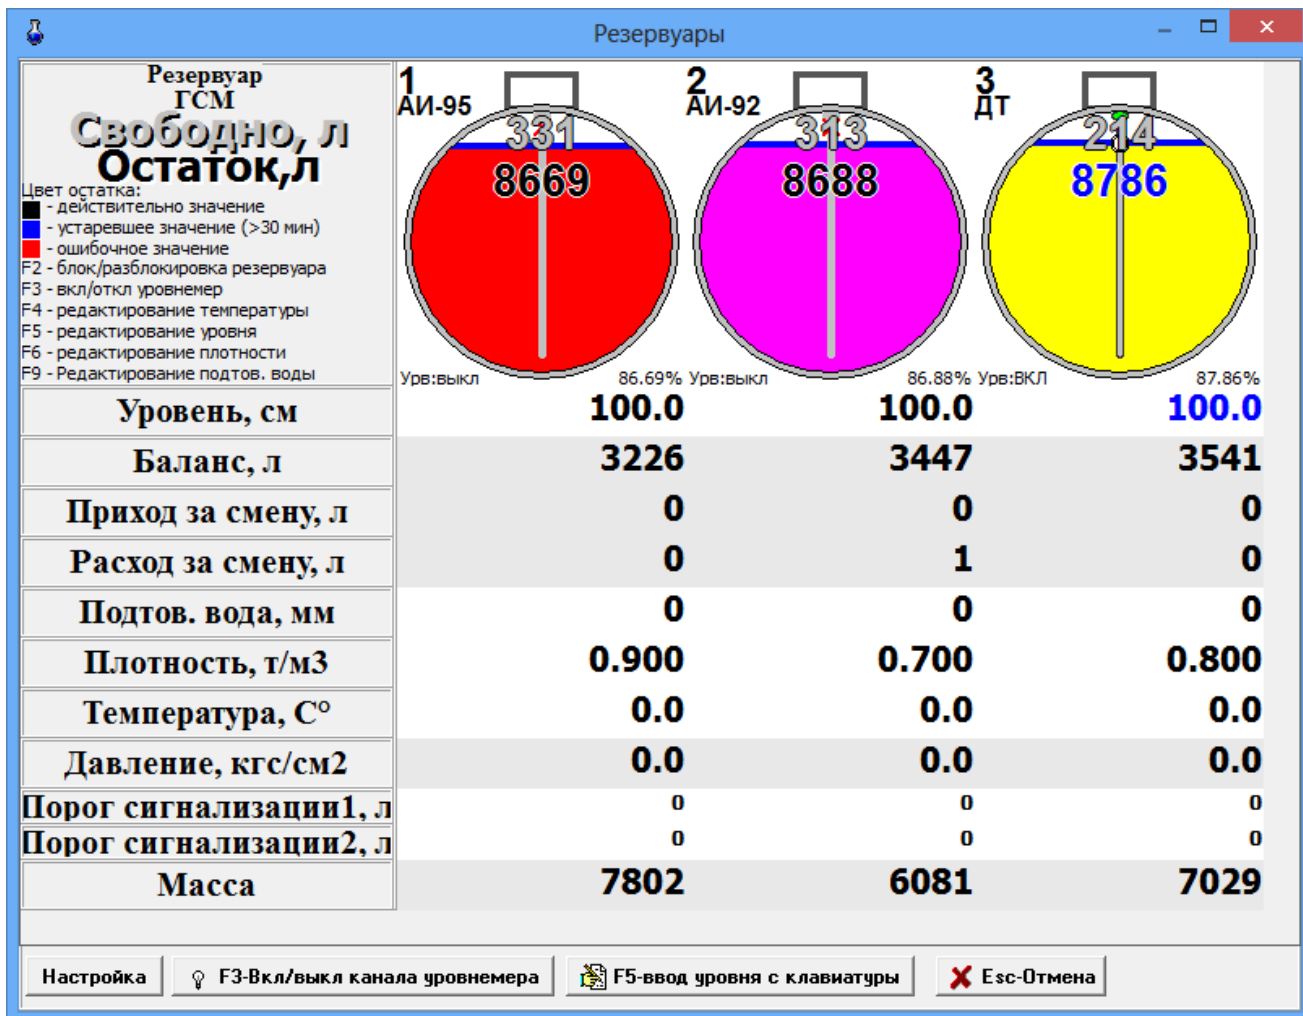

Рис. 35
Для настройки изображения резервуаров в окне «Резервуары» (кнопка «F7-Резервуары») нажмите кнопку «Настройка» и в открывшемся окне (рис.35а) задайте(измените) следующие параметры резервуаров :
**Примечание.** В поле «Отображать параметры резервуаров» можно управлять отображением параметров в окне «Резервуары» включать или выключать (рис.35а).
Нажмите на кнопку «Настроить параметры отправки» и в окне «Настройка параметров отправки...» (рис.35а) задайте параметры отправки (параметры E-mail).
Для отправки предупреждения на сотовый телефон выполните настройки, согласно рекомендациям «Инфо по некоторым ОСС» (рис.35б).
Рис.35а
Рис.35б
Рис.35в